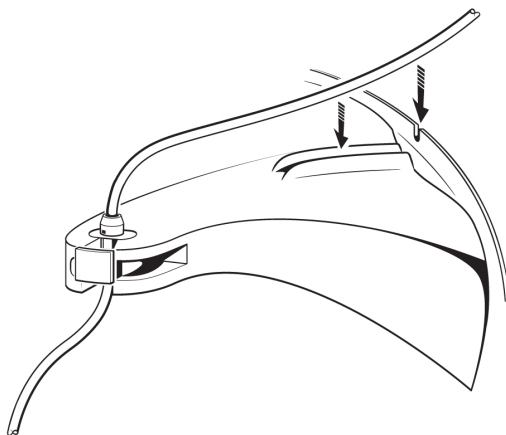

Figura 5. Inserimento del tubo nella scanalatura e attraverso le tacche.
8. Spingere il tubo verso il basso nella scanalatura del braccio di supporto ed inserirlo attraverso le tacche nel solco della centrifuga (vedere la Figura 5).